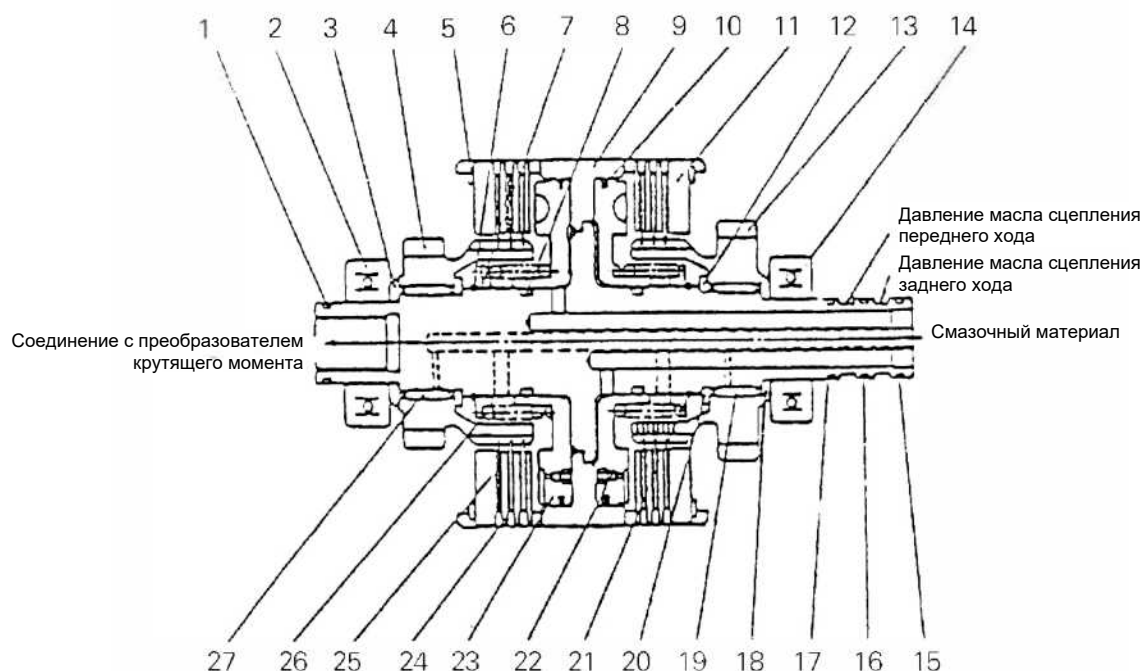

Рис. 4-3. Гидравлическое сцепление
4.3 Гидравлическое сцепление (рис. 4-3)